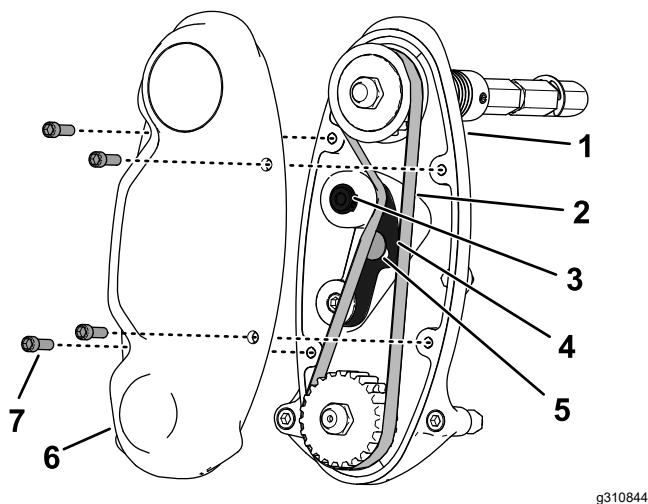

Figura 15
3. Utilizzate una chiave torsiometrica a quadrante per applicare 6 - 7 N·m alla vite interna del braccio di rinvio superiore (Figura 15).